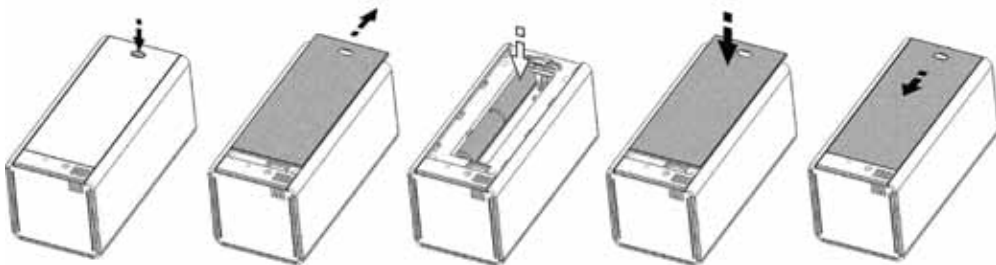

Рис.3
1. Утопите запирающий язычок на задней стороне основного блока (см. рис.3);